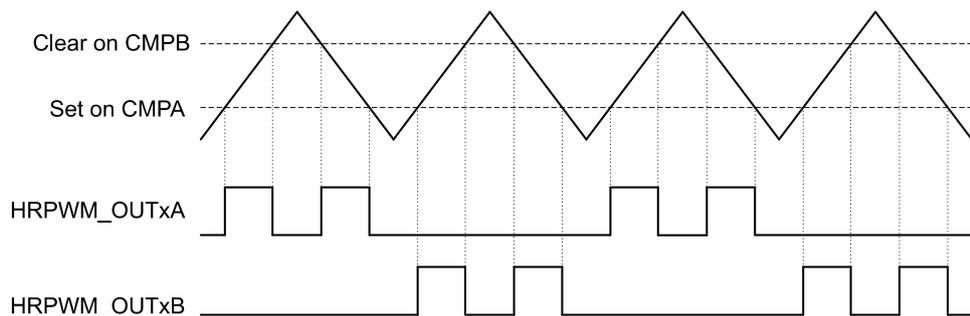

图 19-22 推挽模式在上-下计数模式的示例
- 推挽模式，计数器=0时完成推挽交替（如图 19-22 所示）